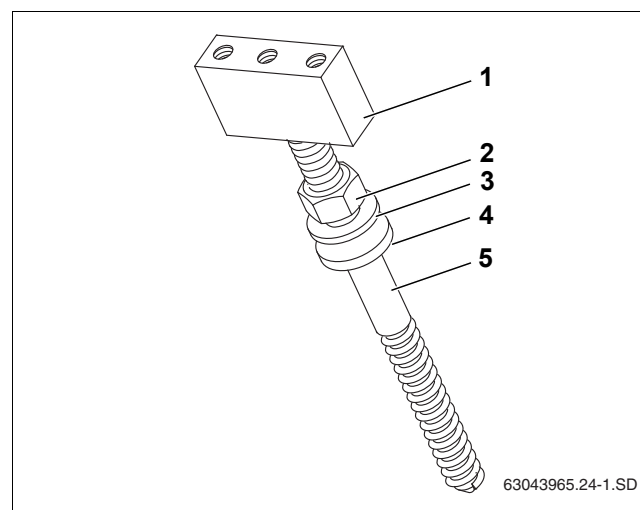

Рис. 23 Порядок сборки шпильки
- При монтаже шпилек соблюдайте последовательность сборки (рис. 23).
- Заверните до упора бобышку (рис. 23, [1]) на шпильке (рис. 23, [5]).